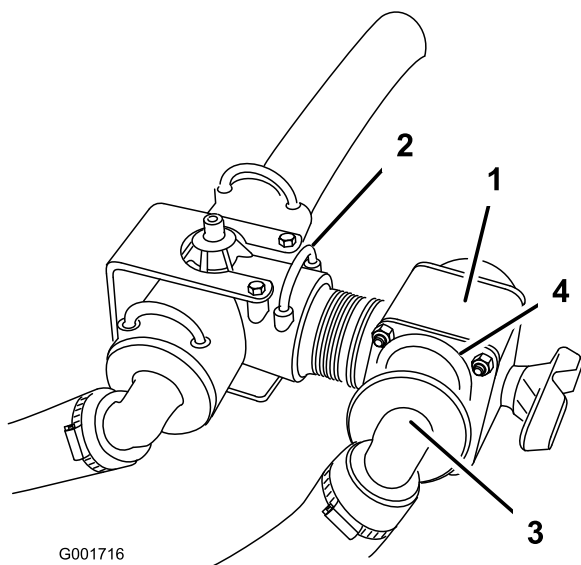

Figure 9
4. Posez le nouveau distributeur de commande dans l'orifice libre orienté vers l'arrière sur le raccord en T et fixez-le avec un nouvel étrier de fixation (Figure 9).
6. Raccordez le flexible d'alimentation de rampe à l'orifice ouvert sur le distributeur de commande et fixez-le avec la fixation retirée précédemment (Figure 9).